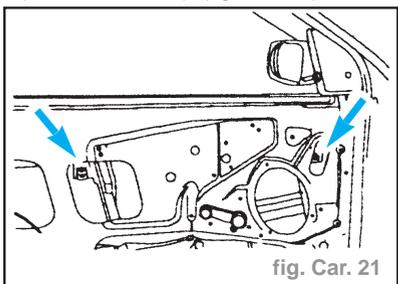

fig. Car. 21
- Déposer les vis de fixation de la vitre (lève-vitre illustré). (fig. Car. 21)